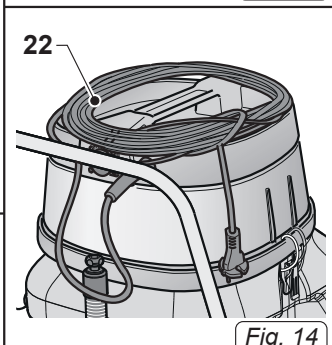

Fig. 14
- Avvolgere il cavo (22 Fig. 14) e posizionarlo sulla testata del coperchio.